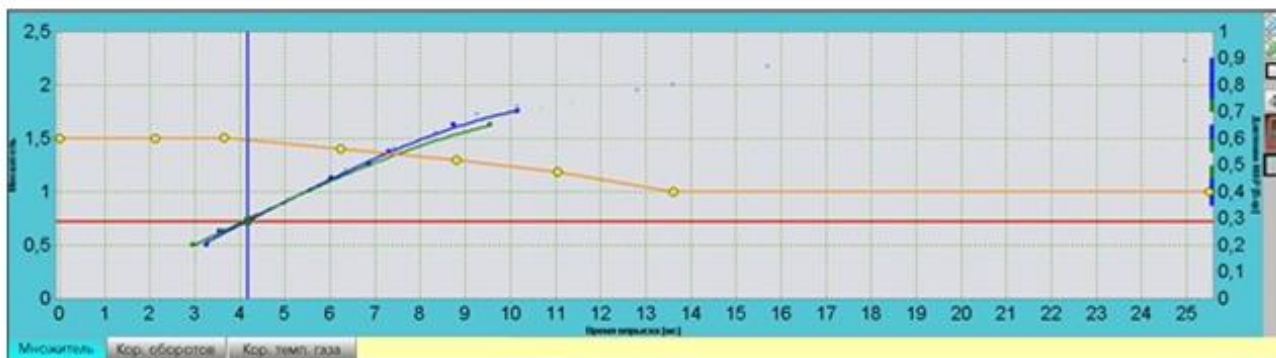

Рис. 12 Окно «Карта множителя».
- **Множитель** – это окно карты коэффициента с оранжевой линией для настройки дозирования газа. Жёлтые точки – это калибровочные точки. Выделяя любую точку множителя (кликом “мышки” цвет точки изменится с жёлтого на красный), можно смещать её по высоте, устанавливая позицию при помощи стрелок клавиатуры «вверх» - обогащение или «вниз» - обеднение. Горизонтальная ось - это время впрыска бензина, вертикальная ось слева – значение множителя (коэффициент), вертикальная ось справа - давление MAP [англ. *Manifold Absolute Pressure*] во впускном коллекторе. Синяя линия отображает бензиновую карту, зелёная линия – это такая же бензиновая карта, но собранная при работе на газе. Отдельные точки в области бензиновых карт (синие и зелёные) обозначают места, в которых были собраны значения. На основании этих точек, собранных в зависимости от времени впрыска бензина (м.сек) и давления во впускном коллекторе (бар), контроллер отображает их как “картами” Бензин/Газ непрерывной линией (рис. 12).